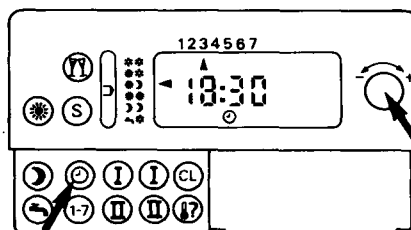

Fig. 3
4. Procéder aux réglages ci dessus sur le module de commande (fig. 3).